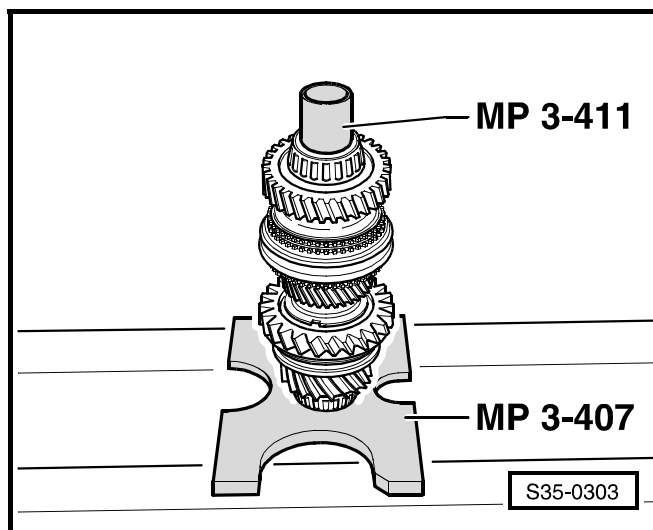

Рис. 16: Определение толщины стопорного кольца
- Определив толщину стопорного кольца ⇒ Рис. 16 в **35-3** страница 8, установить.